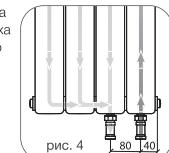

рис. 4
3. Радиатор подключается к трубопроводам с помощью разделочных узлов (кранов) нижнего подключения прямых или угловых G3/4 евроконус (рис. 4).